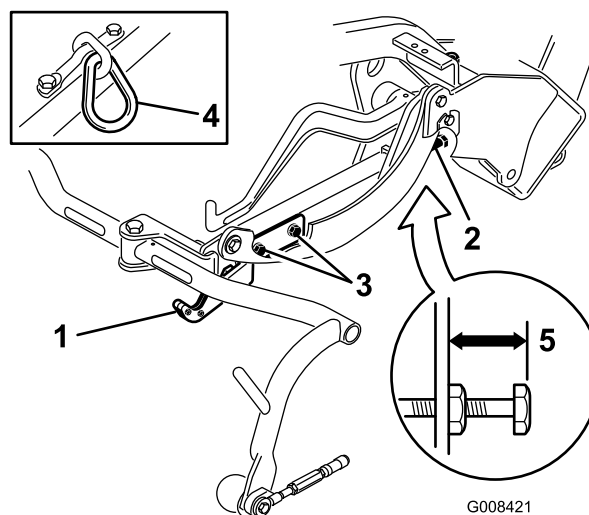
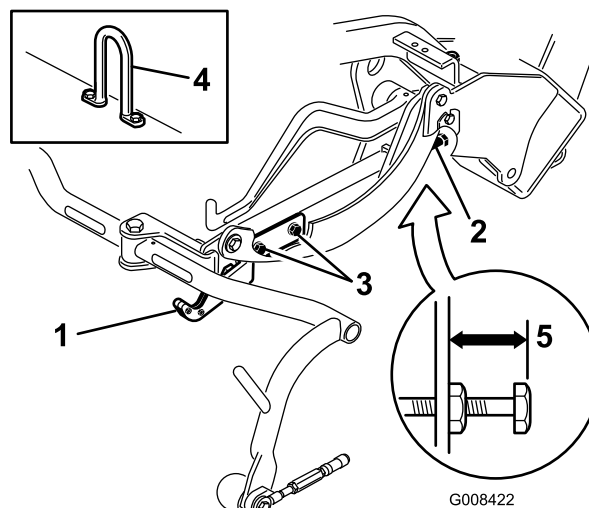
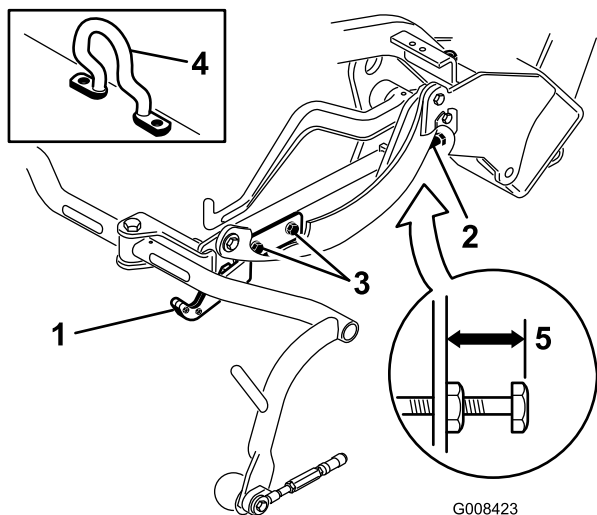

Figure 19
Figure 20
Figure 21
Vérifiez la hauteur de transport (Figure 19 et Figure 20) et ajustez-la au besoin.
2. Sur les plateaux de coupe équipés d'un maillon de chaîne ou d'un crochet de levage droit (Figure 19 et Figure 20, détails), vérifiez qu'un espace de 22 mm existe entre le haut de la vis de réglage du bâti porteur et l'arrière du bâti porteur. Si l'espace n'est pas correct (22 mm), passez à l'étape 4. Si le plateau de coupe est équipé d'un crochet de levage décentré (Figure 21), passez à l'étape suivante.
3. Sur les plateaux de coupe équipés d'un crochet de levage décentré (Figure 21, détails), vérifiez qu'un espace de 25 mm existe entre le haut de la vis de réglage du bâti porteur et l'arrière du bâti porteur. Si l'espace n'est pas correct, passez à l'étape 4.
4. Desserrez les vis de la plaque de transport (Figure 19, Figure 20 et Figure 21).
7. Si les bâtis porteurs ne sont pas tous à la même hauteur, desserrez l'écrou de blocage de la vis de réglage de chaque bâti (Figure 19, Figure 20 et Figure 21). Tournez la vis vers l'extérieur pour élever le bâti ou vers l'intérieur pour l'abaisser. Serrez l'écrou de blocage une fois la hauteur correcte obtenue.